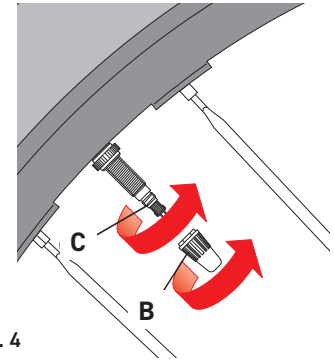

Fig. 4
- Fermer à la main la couronne de la valve (C - Fig.4).
- Remettre en place le bouchon (B - Fig. 4).